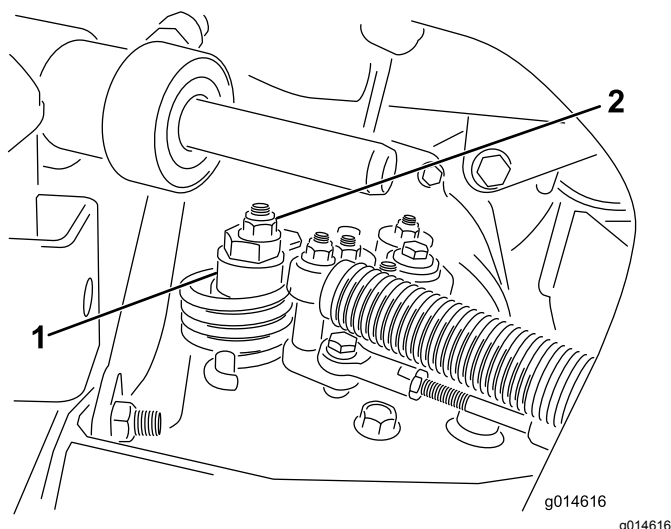

Figura 44
- A. Allentate il dado che fissa l'eccentrico alla parte superiore dell'igrostat (Figura 44).
- C. Fate girare l'eccentrico finché non riscontrate movimenti in alcuna direzione. Quando la ruota cessa di girare, serrate il dado di bloccaggio dell'eccentrico per mantenere la messa a punto (Figura 44). Verificate la regolazione portando l'acceleratore in posizione di MINIMA e MASSIMA.